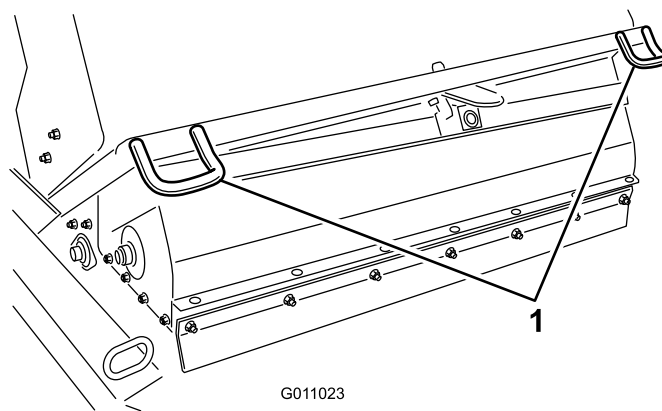
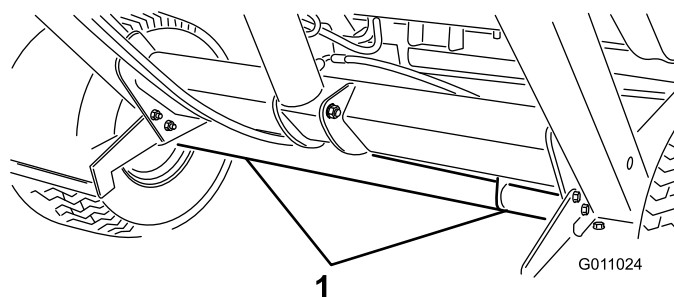

Figure 29
Figure 30
- Pour transporter le balai-ramasseur, utilisez les points d'attache pour fixer l'avant de la machine (Figure 29), et l'essieu (Figure 30) pour fixer l'arrière de la machine à la remorque.